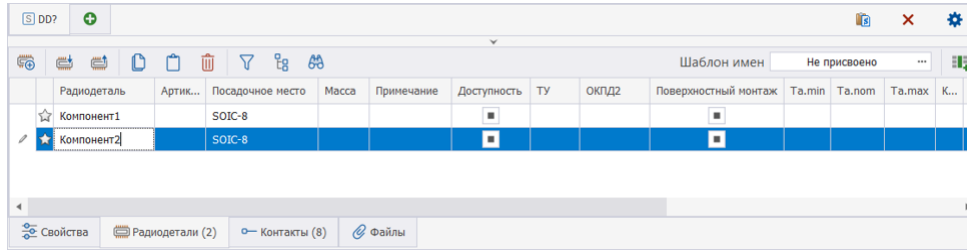

Рис. 248 Новая строка для описания радиодетали
2. После этого в таблицу будет добавлена новая строка, предназначенная для описания радиодетали, см. Рис. 248.